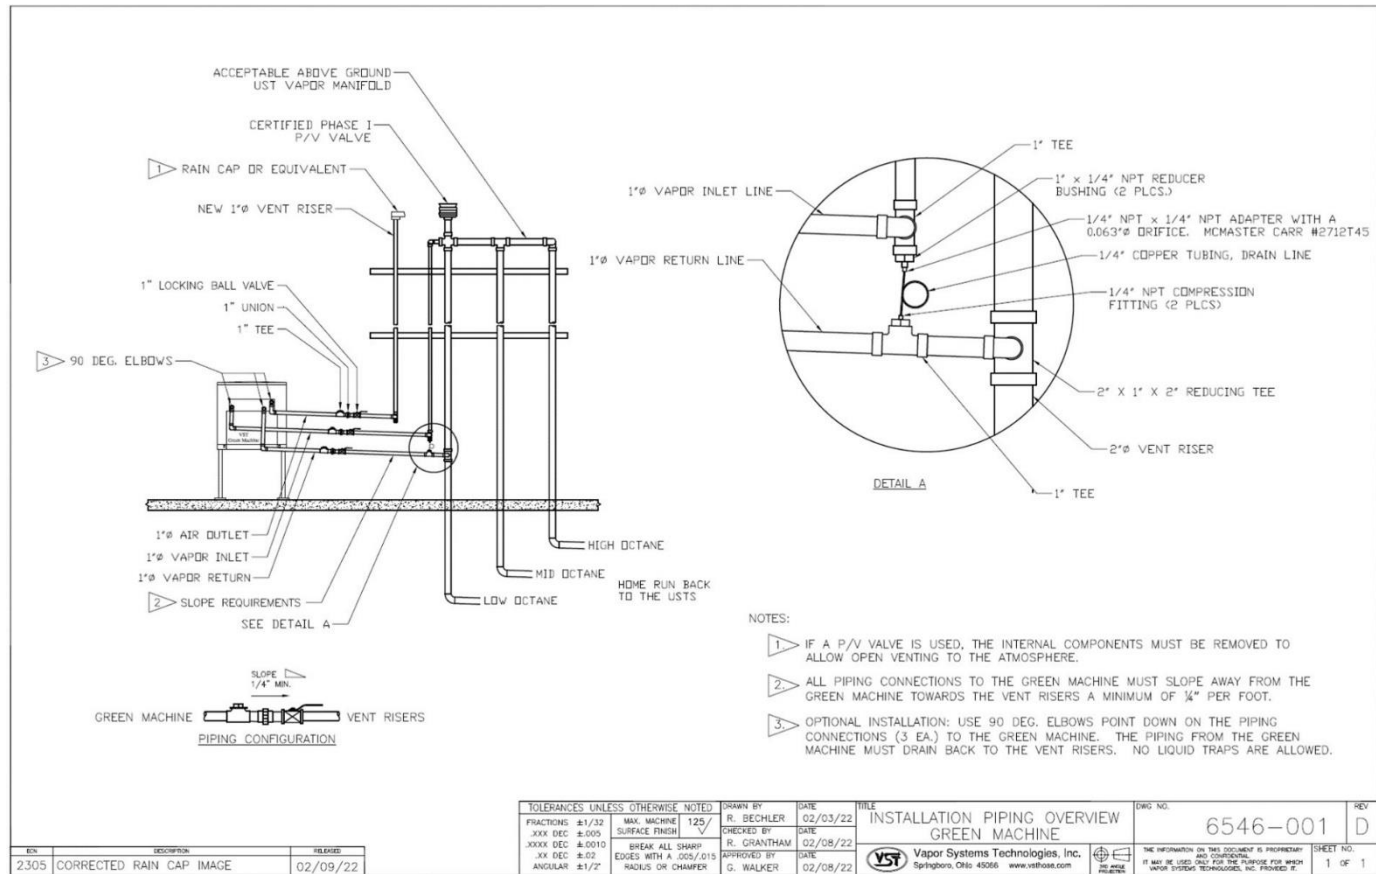

Figura 6-6: Esquema de la tubería de vapores de la GREEN MACHINE
2.	Cierre las tres (3) válvulas de bola que se encuentran entre la GREEN MACHINE y las líneas de venteo. Vea la Figura 6-6.
3.	Retire las tapas de las tres conexiones en T. Vea la Figura 6-6.
Vea la Figura 6-6.